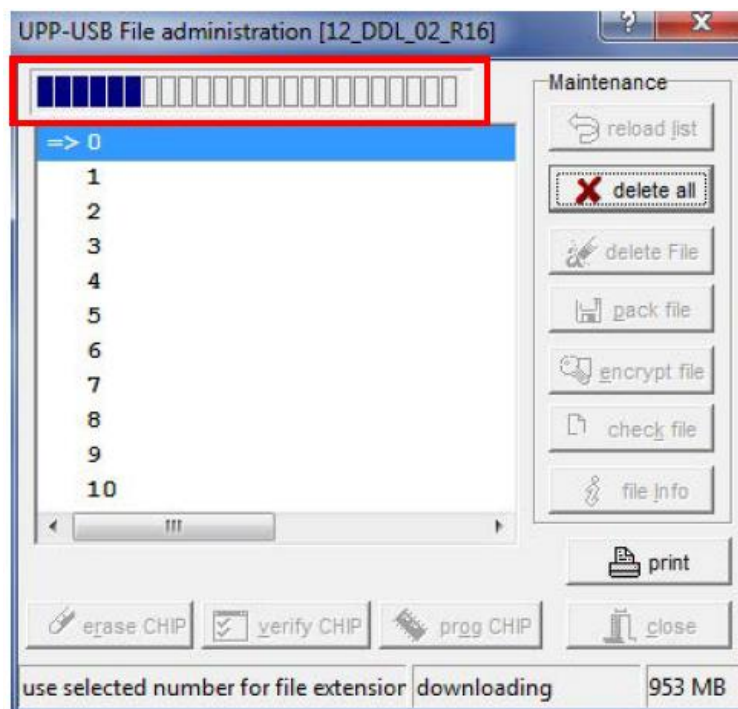

Рисунок 16
2.15 Программатор E-LAB приступает к процедуре загрузки. Ход выполнения отображается на индикаторе выполнения в верхней части окна «UPP-USB File administration» (рисунок 16).